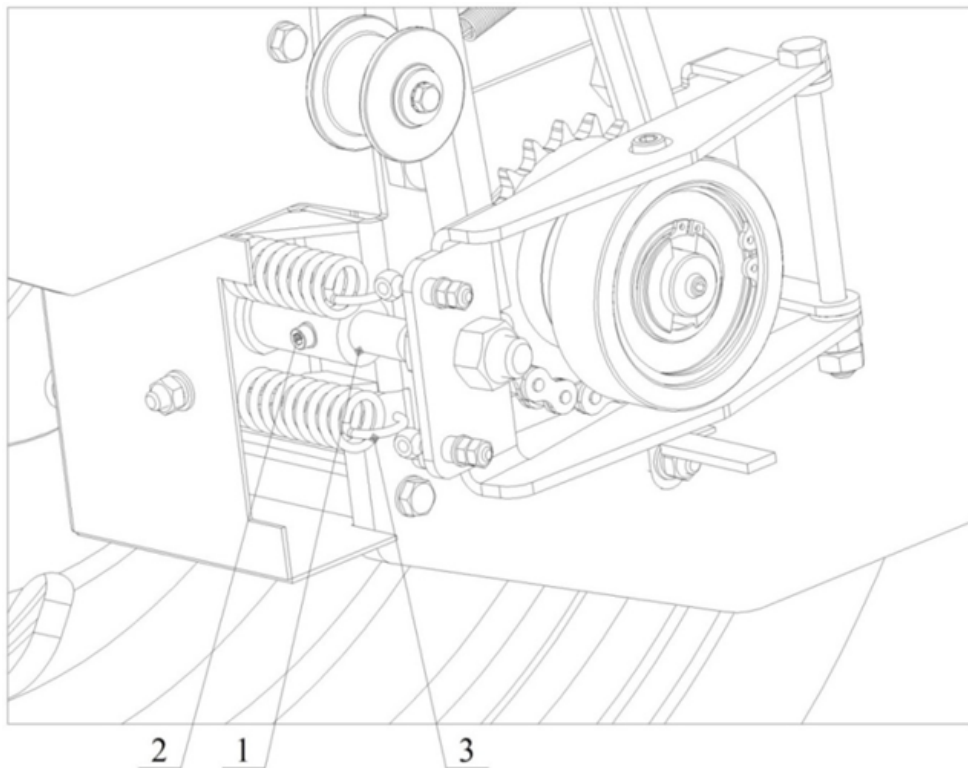

Рисунок 33.
- 8) Разгрузить пружины (3) механизмов разобращения (рис. 33, п. 7.3).
- 2) При помощи гидравлики трактора поднять секции в транспортное положение. При этом шток гидроцилиндра (1) (рис. 33) выдвинется на 30 мм и разомкнёт механизм разобщения.
- 3) Отвернуть штуцер (2) до начала выхода воздуха. Как только начнёт выходить масло из-под штуцера (2) – завернуть его.